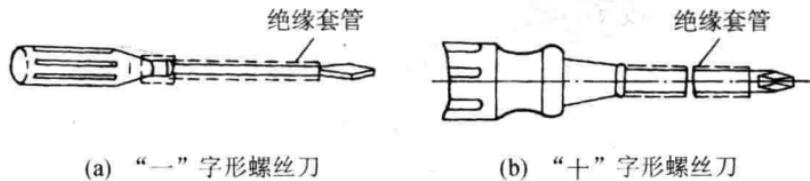

图1-6 螺丝刀
(3) 螺丝刀。螺丝刀又称起子,是用于紧固或拆卸螺钉的专用工具,按头部形状不同一般可分为“一”字形和“十”字形2种,如图1-6所示。